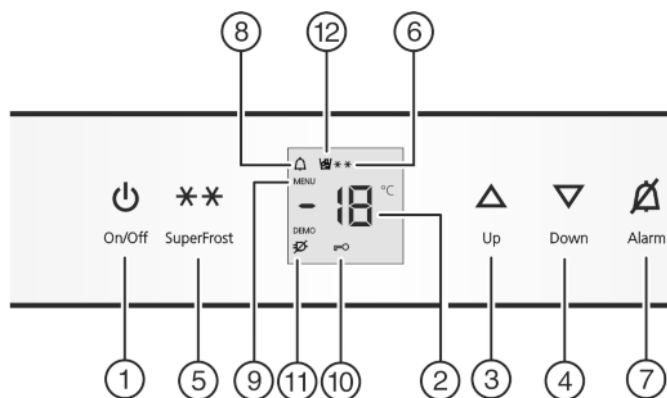

Fig. 2
- ▶ Apăsați tasta On/Off Fig. 2 (1).
- ▶ Activarea modului de reglare: Apăsați tasta SuperFrost Fig. 2 (5) timp de cca. 5 secunde.
- ▷ Simbolul Menu Fig. 2 (9) este aprins.
- ▶ Apăsați scurt tasta SuperFrost Fig. 2 (5) pentru confirmare. Atunci când pe afișaj apare **cl**:
- ▶ Pentru a porni protecția pentru copii apăsați scurt tasta SuperFrost Fig. 2 (5).
- ▷ Simbolul protecției pentru copii Fig. 2 (10) se aprinde. Pe afișaj se aprinde intermitent **c**. Atunci când pe afișaj apare **c0**:
- ▶ Pentru a opri protecția pentru copii apăsați scurt tasta SuperFrost Fig. 2 (5).
- ▷ Simbolul protecției pentru copii Fig. 2 (10) se stinge. Pe afișaj se aprinde intermitent **c**.
- ▶ Dezactivarea modului de reglare: Apăsați tasta On/Off Fig. 2 (1).
- ▶ Apăsați tasta Alarm Fig. 2 (7).
Totodată clipește și indicatorul de temperatură și simbolul Alarm Fig. 2 (8).
Avertizorul acustic este dezactivat automat, simbolul Alarm Fig. 2 (8) se stinge și indicatorul de temperatură încetează să mai clipească, atunci când temperatura revine la o valoare suficient de scăzută.
- Creșterea temperaturii: Apăsăți tasta de reglare Up Fig. 2 (3).
- Reducerea temperaturii: Apăsăți tasta de reglare Down Fig. 2 (4).